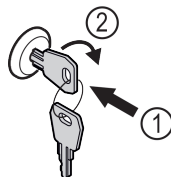

Fig. 175
- ▶ Вставьте ключ. Fig. 175 (1)
- ▶ Поверните ключ на 90° по часовой стрелке. Fig. 175 (2)